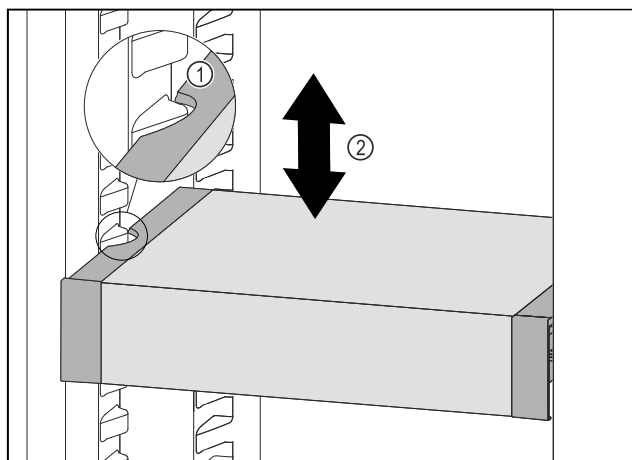

Fig. 87
- VarioSafe w chłodziarce przesunąć w górę lub w dół, aż zostanie osiągnięta żądana wysokość. Fig. 87 (2)